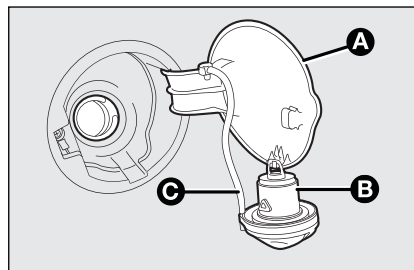

fig. 106
TANKDOP fig. 106
1) Open klepje **A**-fig. 106 door het naar buiten te trekken, houd de dop **B** vast, steek de contactsleutel in het slot en draai de sleutel linksom.